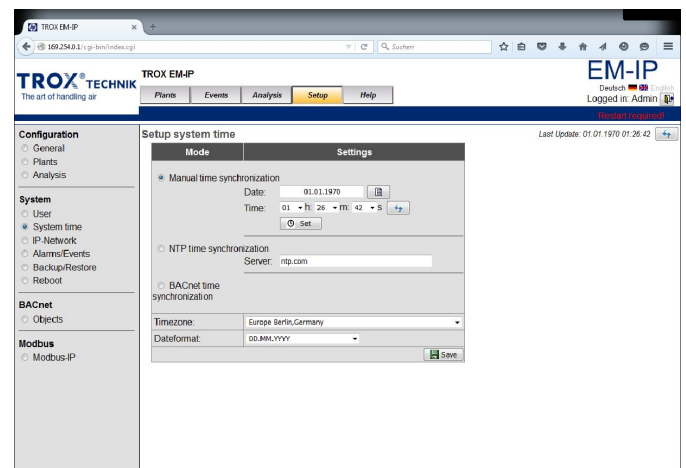

Fig. 28 : Réglage de l'heure du système
- ⇒ La page « Régler l'heure du système » (Fig. 28) s'ouvre.
1. ▶ Accédez à la page « Réglage de l'heure du système » (Fig. 28) et sélectionnez « Régler ».